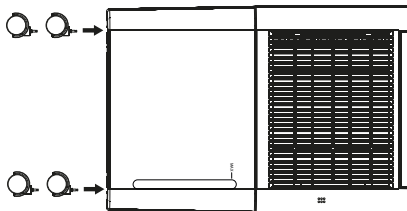

Fig. 1
- ◆ Inserire le rotelle 6 nei quattro fori presenti sul lato inferiore dell'apparecchio premendole finché non s'innestano completamente (vedere fig. 1).